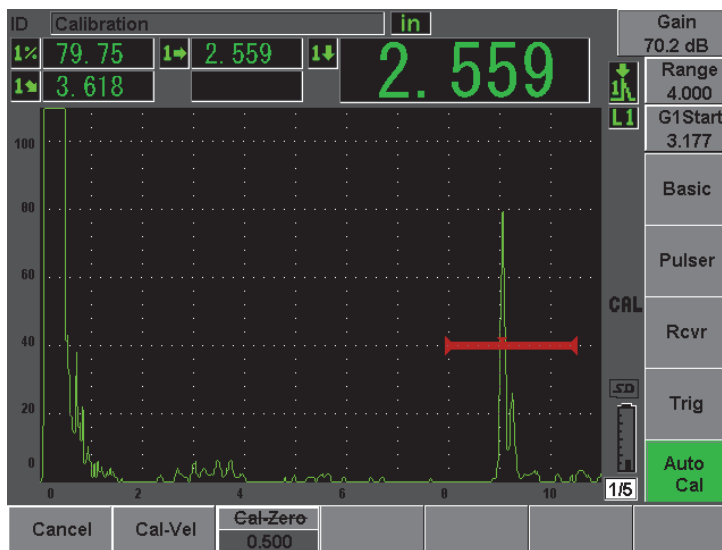

Рис. 10-28 Пример стробированного сигнала для калибровки скорости
7. Введите известное значение глубины для сигнала в строке (в примере 12,5 мм или 0,500 дюйма) и нажмите **Continue**, чтобы перейти к следующему этапу калибровки (см. Рис. 10-28 на стр. 196).